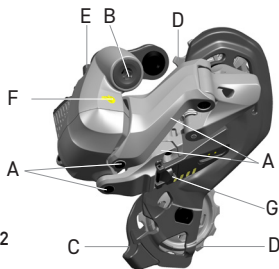

Fig.2
• Il cambio è il componente del gruppo di trasmissione della bicicletta che permette lo spostamento della catena sui pignoni per ottenere differenti rapporti di trasmissione tra guarnitura e ruota (le parti che compongono il cambio sono riportate in Fig. 2).